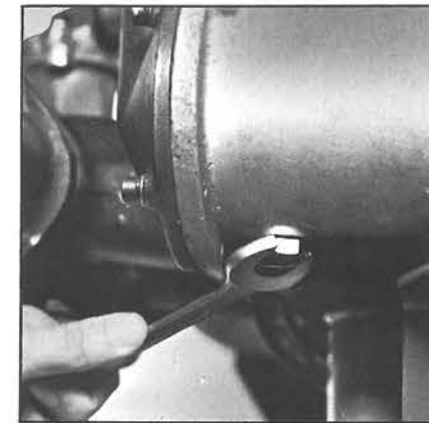

Fig. 41
- doppio circuito: svitare il tappo sullo scambiatore di calore (fig. 41) ed eseguire inoltre le operazioni previste per il circuito aperto.
- double circuit: unscrew the plug on the heat-exchanger (fig. 41) and do also the operations scheduled for the open circuit.